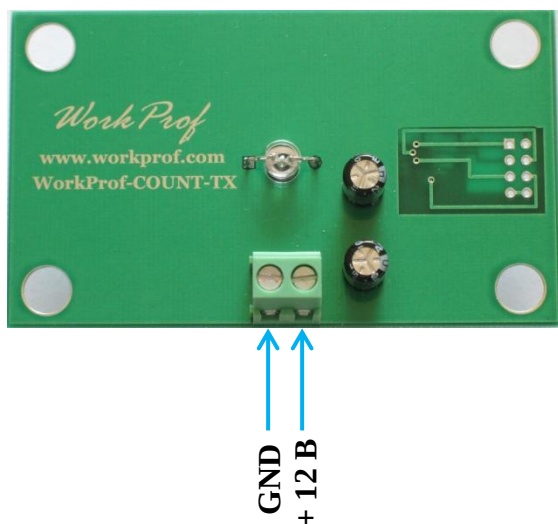
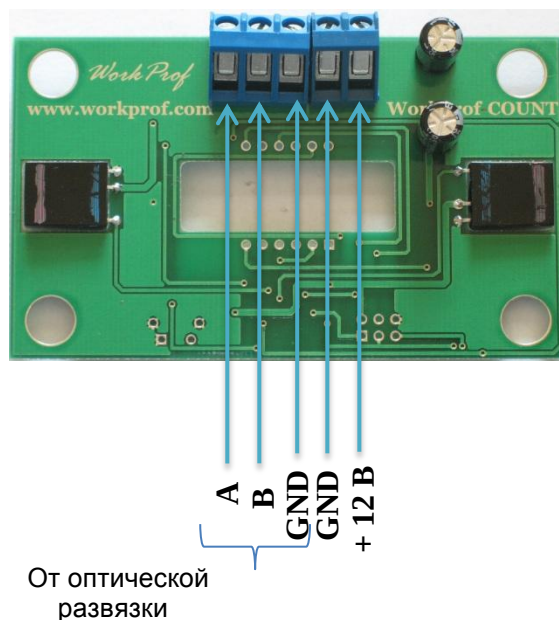

Рис. 2
Рис. 3.
4. Подключите информационные кабели и питание к ИК - передатчику (Рис. 2) и ИК - приемнику (Рис. 3) через монтажную коробку.
| ○ ИК-приемник (рис.2) | 1 шт, |